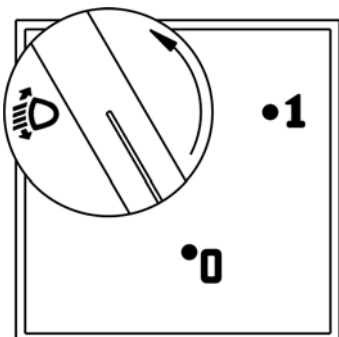

Рис. 5.6. Ручка блока управления корректором фар
**9 – ручка блока управления электрокорректором фар** в зависимости от загрузки автомобиля (рис.5.6.).